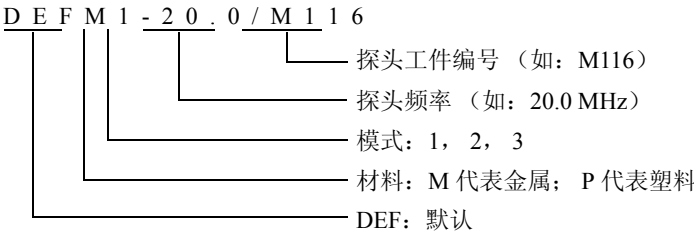

图 5-3 选择默认单晶探头设置
- c) 在所用探头类型的**默认**屏幕 (参见第 55 页的图 5-3) 上的默认设置列表中, 加亮显示正在使用探头的设置。